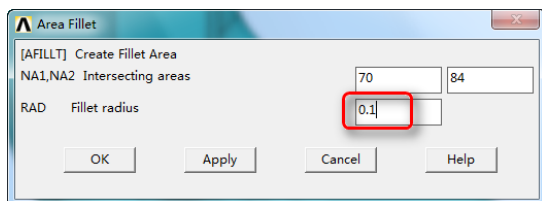

图 3-38 输入倒角半径
④在倒角设置对话框中“Fillet radius”文本框输入“0.1”，单击“OK”按钮，如图 3-38 所示。